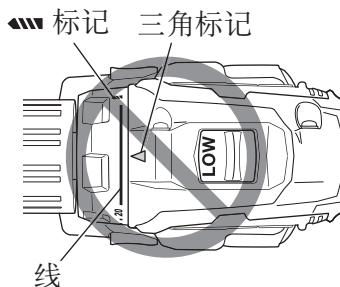

图 13
- 当离合器转盘位于“20”和钻机标记“”之间时，请勿使用本机，否则会造成损坏。（请参照图 13）